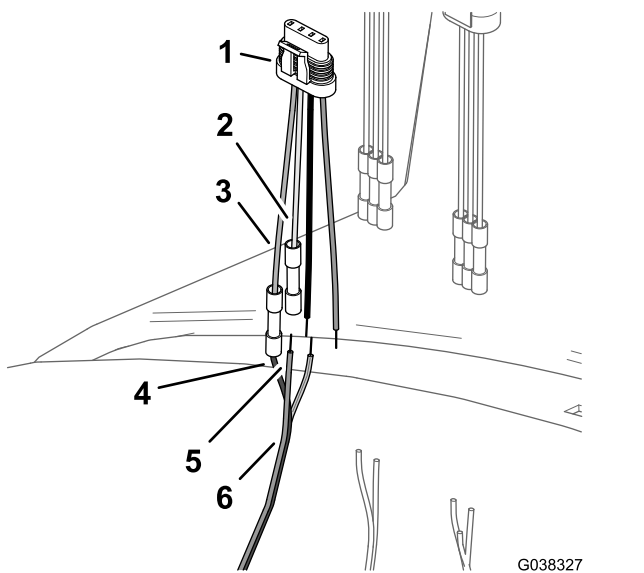

Figura 39
- Allineate il filo marrone del cablaggio DIN al filo grigio dell'adattatore a 4 pin per la valvola di frequenza (Figura 39); fate riferimento alla tabella dei fili per la valvola di frequenza.
6. Inserite il filo blu del cablaggio DIN nel connettore del giunto a contatto sul filo verde dell'adattatore a 3 pin per la valvola di frequenza (Figura 39).